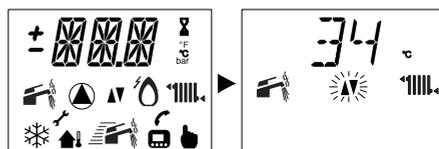

Рисунок 5.25
- Включите электропитание котла: на ЖК-дисплее последовательно отобразятся следующие символы. (Рис. 5.25)